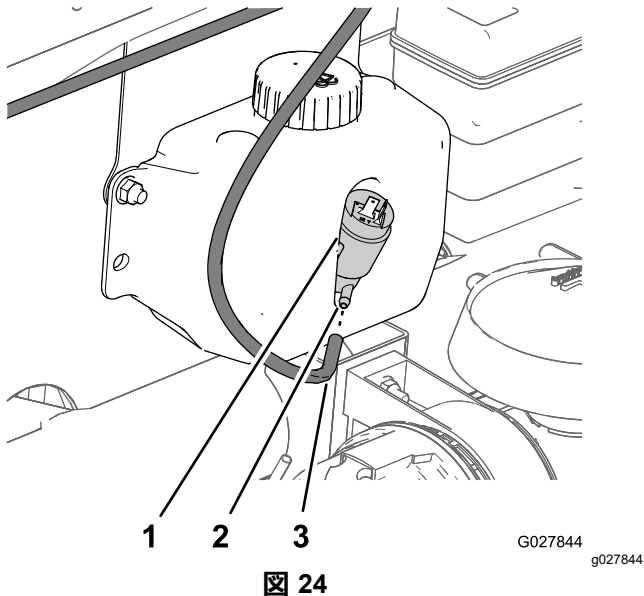

図 24
1. ウォッシャー液タンクのところで、ホースをポンプのフィッティングパーブに合わせる 図 24。
2. ホースをフィッティングの根本まで完全に押し込む 図 24。
- A. ウォッシャー液タンクのところで、ホースをフィッティングから外す 図 24。
- C. ホースをフィッティングの根本まで完全に押し込む 図 24。